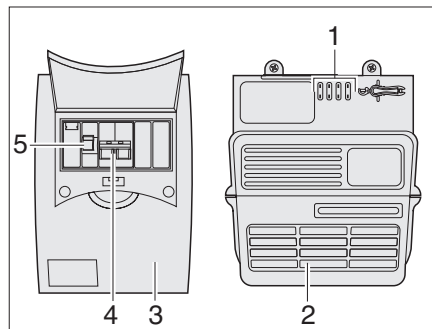

Fig. 90 Fuente de alimentación y fusible automático
La caja de fusibles de 230 V (Fig. 90,3) está montada al lado de la fuente de alimentación (Fig. 90,2).
En la caja de fusibles (Fig. 90) están integrados el fusible principal (Fig. 90,4) y un interruptor de corriente de defecto (Fig. 90,5).
El interruptor de corriente de defecto (Fig. 90,5) mide el flujo de corriente de la línea de salida y la línea de retorno. Si entre las dos líneas existe equilibrio, el interruptor de corriente de defecto no se activa. Si hay una diferencia entre las líneas, el interruptor corta el flujo de corriente inmediatamente. De esta manera se evitan accidentes eléctricos peligrosos.
- Empujar el interruptor principal (Fig. 90,4) hacia arriba en posición "ON".
- Empujar el interruptor de corriente de defecto (Fig. 90,5) hacia arriba en posición "ON".